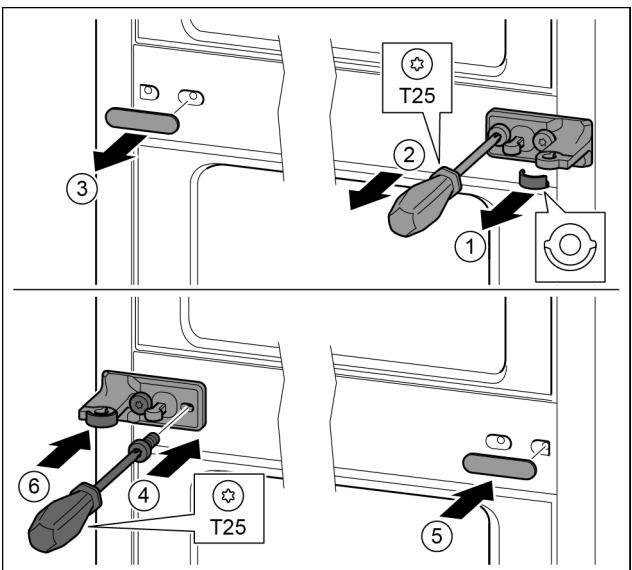

Fig. 29
- ▶ 拆下垫片。Fig. 29 (1)
- ▶ 用 T25 螺丝刀将螺钉旋开。Fig. 29 (2)
- ▶ 小心拆下盖板。Fig. 29 (3)
- ▶ 将带箔的托架旋转 180° 至另一侧拧紧。Fig. 29 (4)
- ▶ 将盖板旋转 180° 至另一侧装上。Fig. 29 (5)
► 从前面推入垫片。Fig. 29 (6)